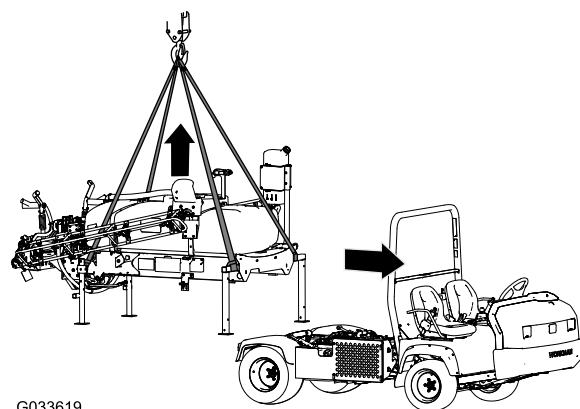

Figura 135
1. Baixe as rampas para aproximadamente 45° e, em seguida, incline-as para a frente (Figura 135).
5. Ligue o equipamento de elevação aos tubos horizontais dos macacos frontais e o poste vertical aos macacos traseiros (Figura 135).
7. Eleve o patim do depósito da máquina o suficiente para afastar o patim da máquina (Figura 135).